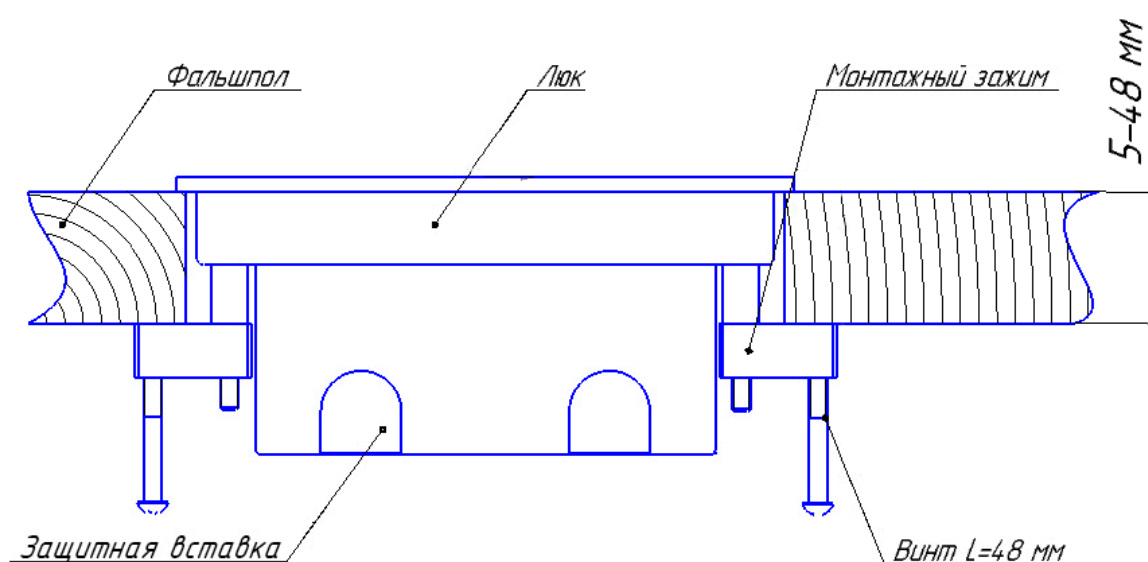

Рис. 3
3. Через отверстия кабельных вводов ввести в коробку трубы с кабелем сечением до 2,5 мм², предварительно проложенные в подпольном пространстве фальшполов (рис. 3).